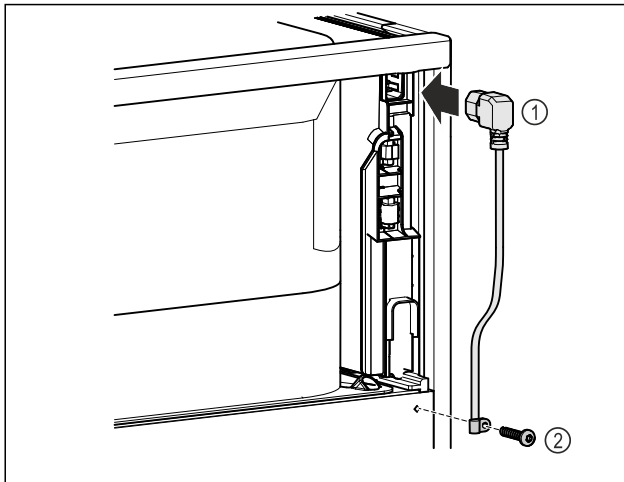

Fig. 72
- Kaltgerätebuchse der Netzanschlussleitung Fig. 72 (1) auf der Rückseite des Geräts einstecken.
- Zugentlastung montieren. Fig. 72 (2)